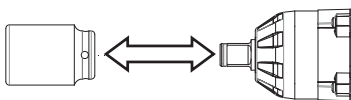

Fig. 3
1. Insérez une douille dans carré d'entraînement. (voir Fig. 3)
Retirez directement la douille du carré d'entraînement. (voir Fig. 3)